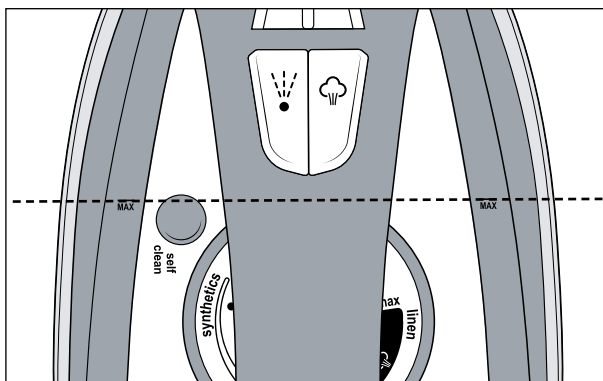

Fig. 1
- 3) Fyld vandbeholderen  **2** op til den maks. markering **MAX** med målebægeret **12** (se fig. 1).